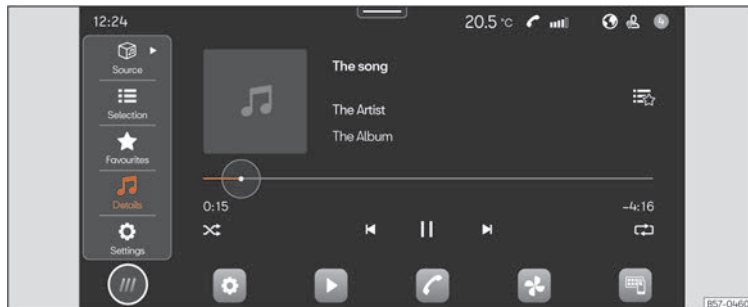

Fig. 133 Reprezentare schematică: Vedere Media
- Apăsați **HOME** > ► ► ► **fig. 133**.